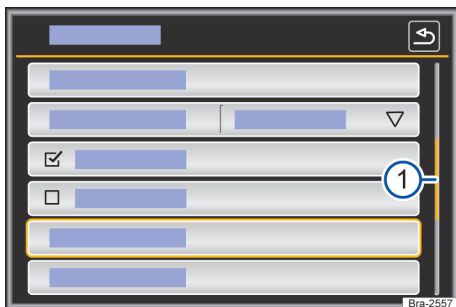

Fig. 111 Representación esquemática: entradas de la lista en el menú de configuraciones.
Se puede acceder a las entradas de la lista mediante un toque directo en el display o por medio de la tecla de regulación → fig. 111 ④.
Si en una vista de lista hay más registros seleccionables de los que se puede ver, se muestran botones de función para desplazar o una barra de desplazamiento a la derecha en la imagen → fig. 111 ①.